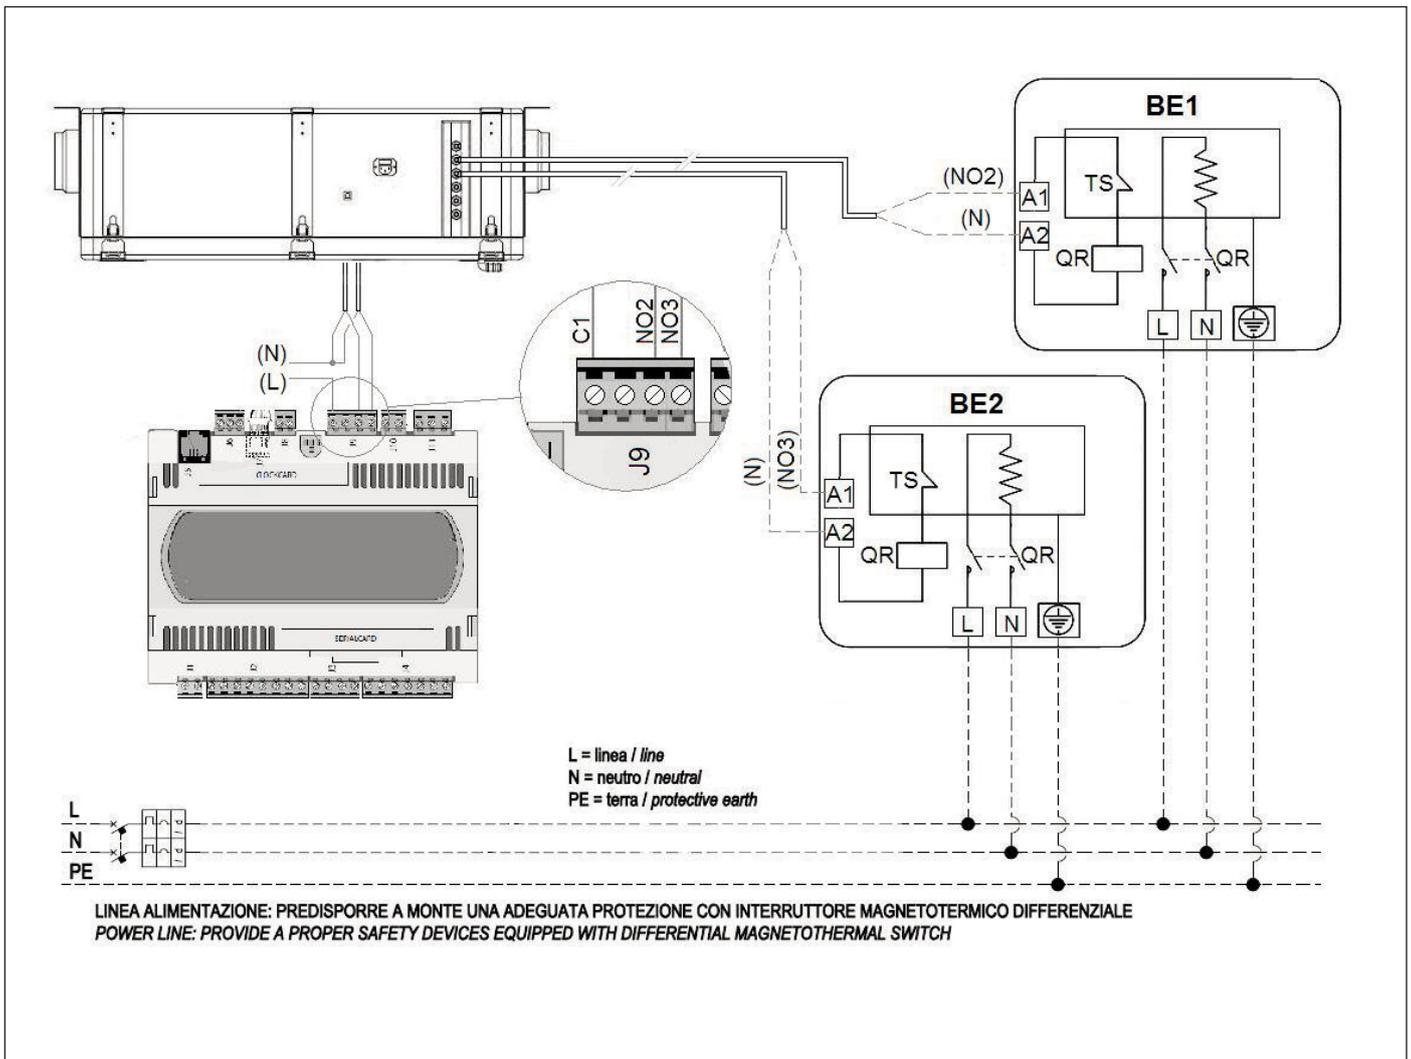

fig. 11
- Le connessioni ed i cavi usati per esse sono a cura di chi installa (fig.11).
- Connections and cables shall be carried out by the installer (fig. 11).